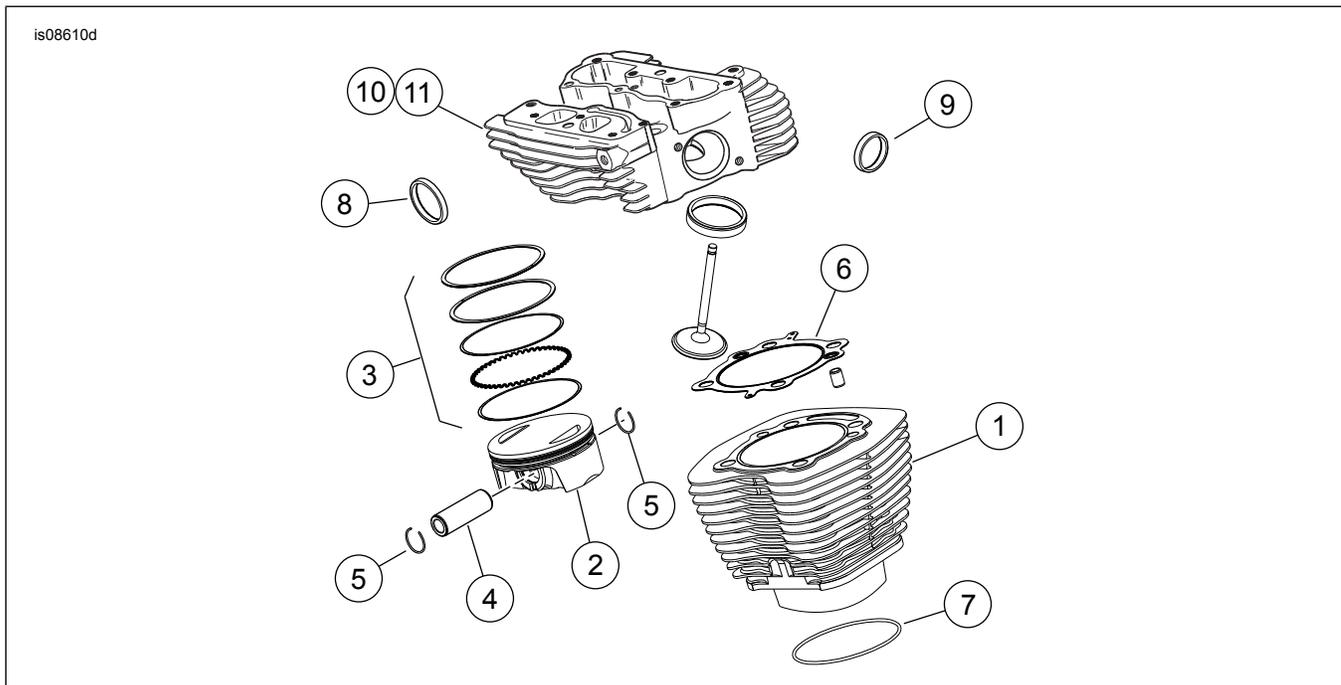
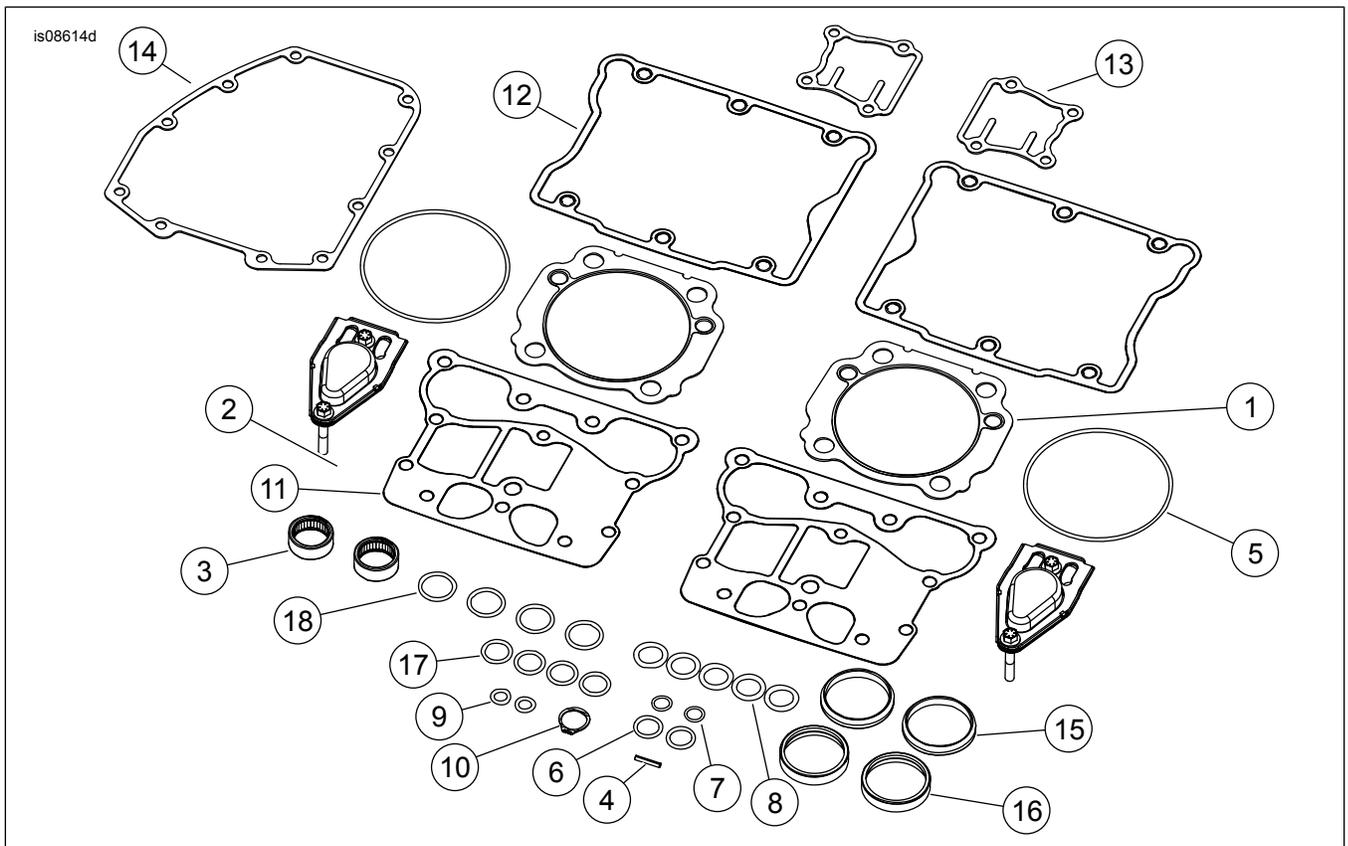

Figura 1. Parti di ricambio: Kit da gara Stage V Screamin' Eagle Twin Cam 110 (1800 cc)
Figura 4. Parti di ricambio: Kit da gara Screamin' Eagle Twin Cam 110 (1800 cc) Stage V
Vedere dalla Figura 1 alla Figura 4, e dalla Tabella 1 alla Tabella 4.
1. Vedere Figura 4 Installare i nuovi cuscinetti interni delle camme inclusi nel kit.
2. Vedere da Figura 1 a Figura 4 . Montare le camme sulle piastre per le camme e sulla parte superiore del motore usando le parti dal kit. Consultare le sezioni relative al MOTORE nel manuale di manutenzione.